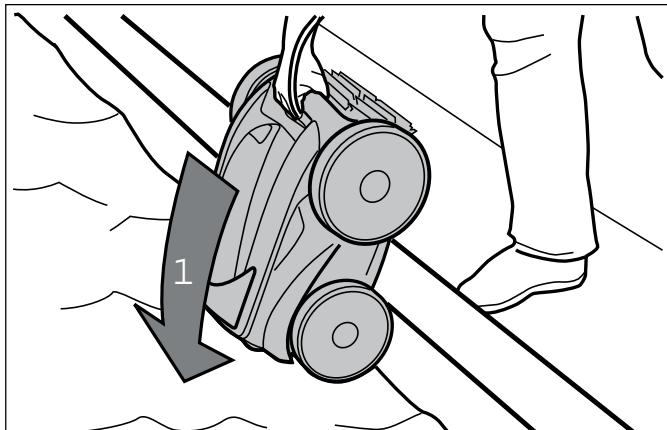

Figura 15. Sumerja el limpiador verticalmente
1. Sumerja el limpiador en la piscina y elimine el aire atrapado en su interior, manteniendo la unidad en sentido vertical (Figura 15). □